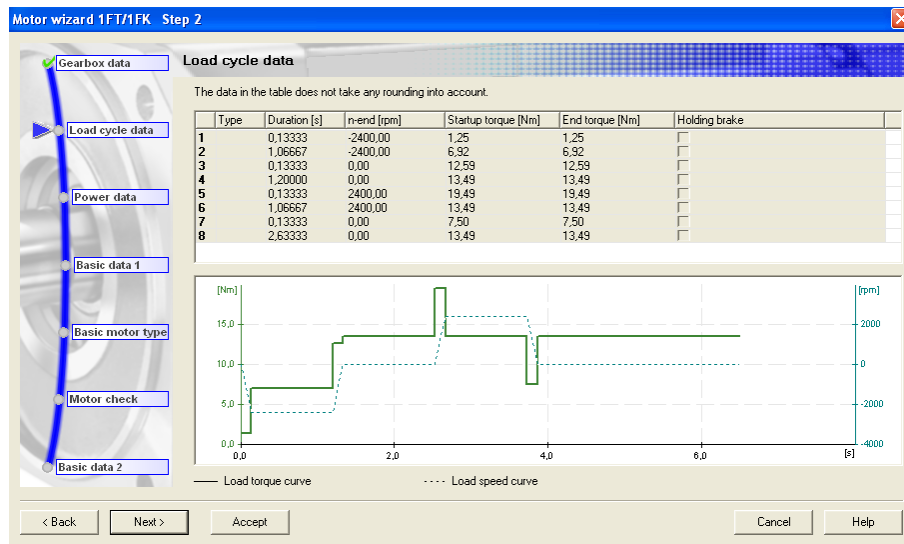

Figura 3.2.64 “Load cycle data”
Paso 2 *Load cycle data* (figura 3.2.64): en este paso se puede observar el ciclo de trabajo del sistema mecánico, en este caso, el del husillo a bolas de eje Z (*Ball screw Z*). Como esta ya se ha configurado anteriormente, se revisará para comprobar que coincide y si es así pulsamos *Next*.